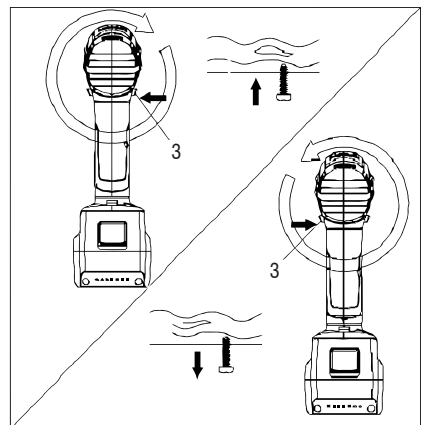

Fig. 6 – Sentido de rotação
Após o motor parado, selecione o sentido de rotação no botão de reversão (3), conforme mostra a Fig. 6.